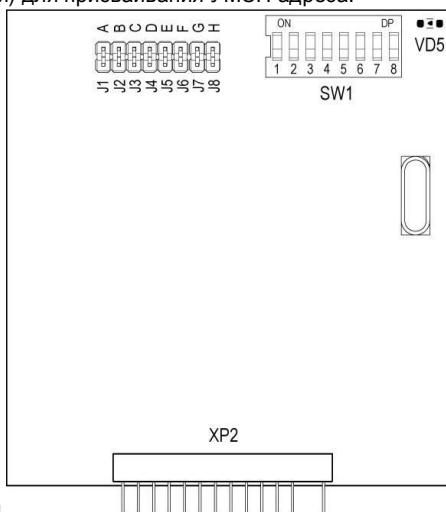

Рис.2 Плата УМСП
На печатной плате УМСП расположены (рис.2):
2.2. Перед подключением на УМСП необходимо установить уникальные адреса в системе при помощи дип-переключателей(рис.2,5)